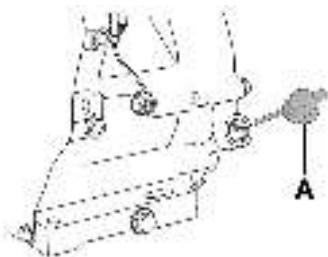

Рис. 6 Крышка-щуп маслозаливной горловины
2. Выкрутите крышку-щуп (A) маслозаливной горловины и извлеките щуп (Рис. 6)